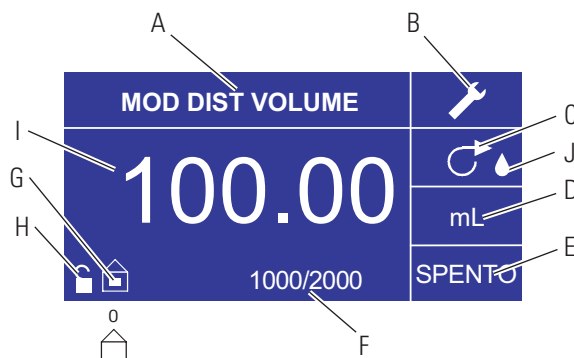

Figura 3-10. Schermata Modalità Distribuzione volume
6. **Impostazione dell'Ora di ARRESTO della pompa:** usare i tasti direzionali e il tasto INVIO per selezionare ARRESTO sullo schermo (posizione E nella Figura 3-10) per immettere l'ORA DI ARRESTO. Usare i tasti direzionali e il tasto INVIO per impostare il tempo di pausa della pompa. Viene evidenziato il timer al centro dello schermo, usare le frecce SU/GIÙ per aumentare/diminuire l'ultimo numero a destra dell'intervallo di tempo. Se si preme INVIO una seconda volta mentre il timer è evidenziato, è possibile navigare fra i numeri individualmente usando le frecce SU/GIÙ; passare da un numero all'altro, usando le frecce SINISTRA/DESTRA. Dopo aver selezionato un'ora di ARRESTO ottimale, premere nuovamente INVIO per confermare. L'azionamento rimarrà disattivato per il periodo visualizzato al centro dello schermo. **NOTA:** se il tempo di ARRESTO è impostato su 00:00:00, l'azionamento richiede **un'immissione AVVIO/ARRESTO** mediante il tastierino o il connettore I/O remoto per avviare la distribuzione successiva.
7. **Impostazione della Dimensione lotto:** usare i tasti direzionali e il tasto INVIO per selezionare l'icona Conta del lotto dalla schermata d'uso (posizione F nella Figura 3-10). Dalla schermata Conta del lotto, usare le frecce SU/GIÙ per selezionare la dimensione del lotto. Premere INVIO per confermare la dimensione del lotto. Se impostata su zero (0), l'azionamento rimane in funzione per un numero di cicli infinito e visualizza il simbolo ∞ . Selezionare USCITA per ritornare alla schermata d'uso dell'azionamento.
9. **Riazzero della Conta del lotto:** Usare i tasti direzionali e il tasto INVIO per selezionare l'icona CONTA DEL LOTTO (posizione F nella Figura 3-10). Nella schermata CONTA DEL LOTTO, selezionare REIMPOSTA e premere il tasto INVIO per riazzero la conta del lotto. Selezionare USCITA per ritornare alla schermata USO DELLA MODALITÀ COPIA.